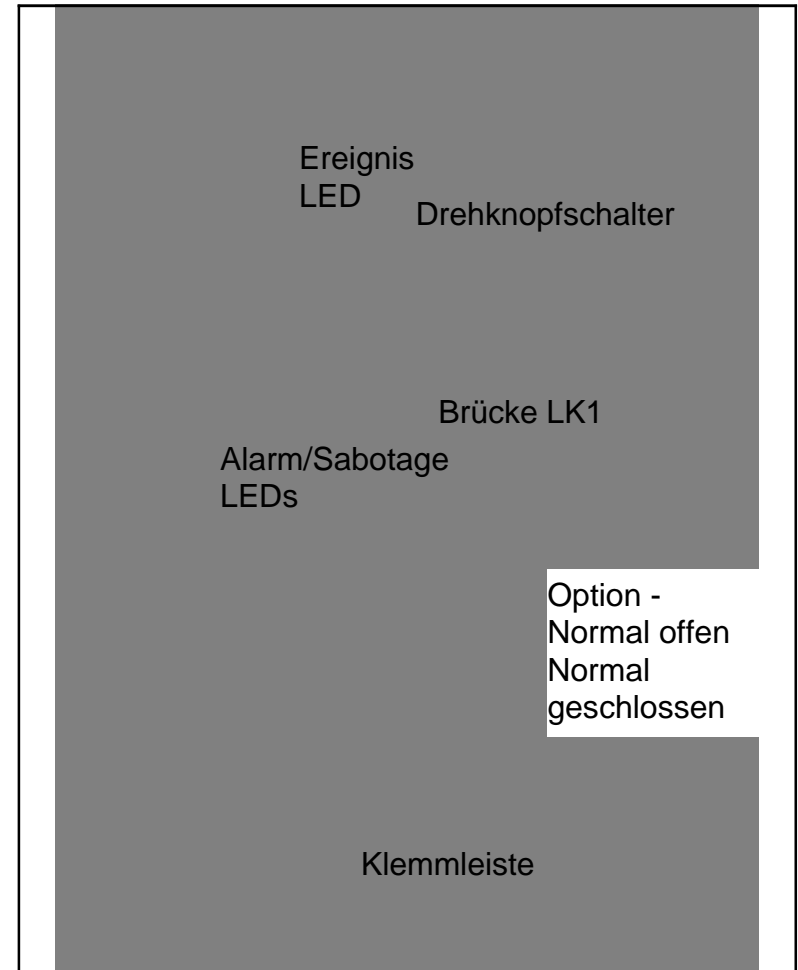

Abbildung 2
Die Alarm- und Sabotagerelais des GW475 Auswerters sind mit einpoligen Wechselkontakten (Klasse C) ausgerüstet. Über den Relais sind Steckbrücken angeordnet über welche die Option "Ruhe"- oder "Arbeits"kontakt gewählt werden kann. Für das Alarmrelais ist die Steckbrücke mit LK3 und für das Sabotagerelais mit LK4 bezeichnet. Abbildung 2 auf Seite 13 zeigt, wo sich diese Brücken auf der Platine befinden. Die Brücken sind werksseitig auf Öffnerbetrieb (NO) eingestellt, sodaß die Kontakte bei Alarm oder Stromausfall ÖFFNEN.
An der Oberseite der Platine befinden sich vier Stufenschalter mit Drehknöpfen, die auf einen Wert zwischen 0 und 9 eingestellt werden können. Siehe Abbildung 2.
Wo sich diese Verbindung auf der Platine des Auswerters befindet, ist in Abbildung 2 ersichtlich.
Abbildung 2 zeigt, wo sich diese LEDs befinden. Ist eine der beiden LEDs ausgeschaltet, liegt eine Fehlfunktion vor. Weitere Hinweise finden Sie in Kapitel 6.